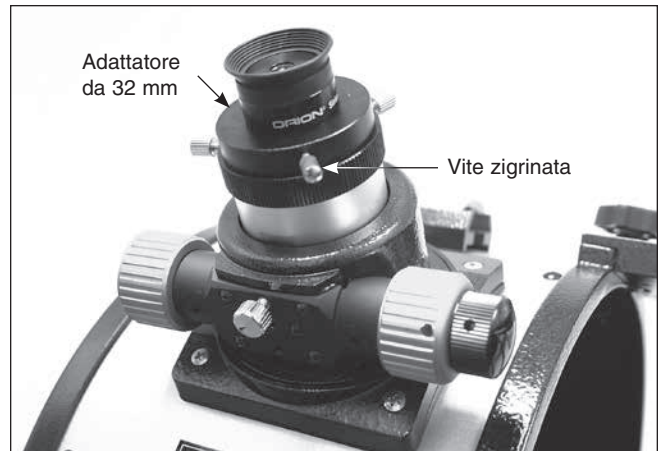

Figura 34. Oculare Sirius Plössl da 32 mm installato nell'adattatore da 32 mm rimovibile del focheggiatore.
4. Per installare l'oculare Sirius Plössl da 10 mm (32 mm) invece dell'oculare DeepView da 51 mm, lasciare l'adattatore da 32 mm nel focheggiatore e verificare che le due viti zigrinate sull'adattatore da 51 mm siano strette. Allentare la vite zigrinata sull'adattatore da 32 mm, ma non le due viti zigrinate sull'adattatore da 51 mm. Inserire l'oculare da 32 mm nell'adattatore da 32 mm e fissarlo stringendo la vite zigrinata sull'adattatore da 32 mm (**Figura 34**). L'altro oculare da 51 mm può essere riposto per il momento nel portaoculari.